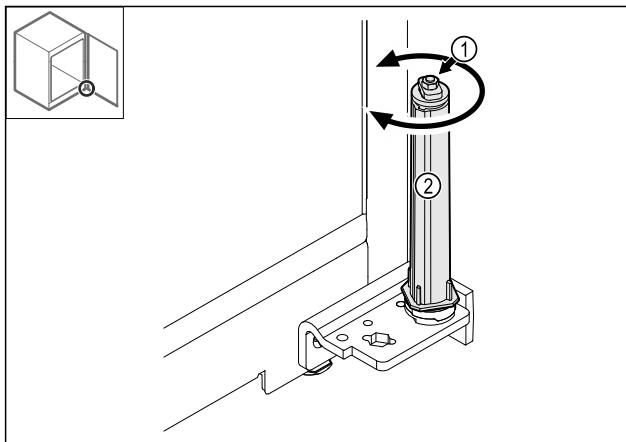

Fig. 43
► 切勿毁坏关门系统的螺旋接合点 Fig. 43 [1]。
► 转动关门系统 Fig. 43 [2]，直至听到咔嚓声。